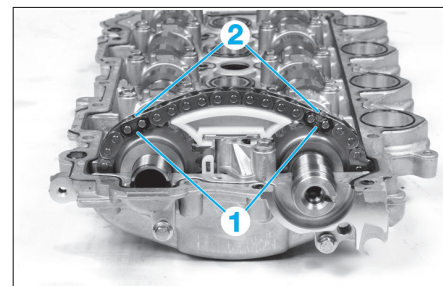

Fig. 78
- Aligner les repères d'arbres à cames (1) (Fig.78) avec les maillons noirs (2) de la chaîne.